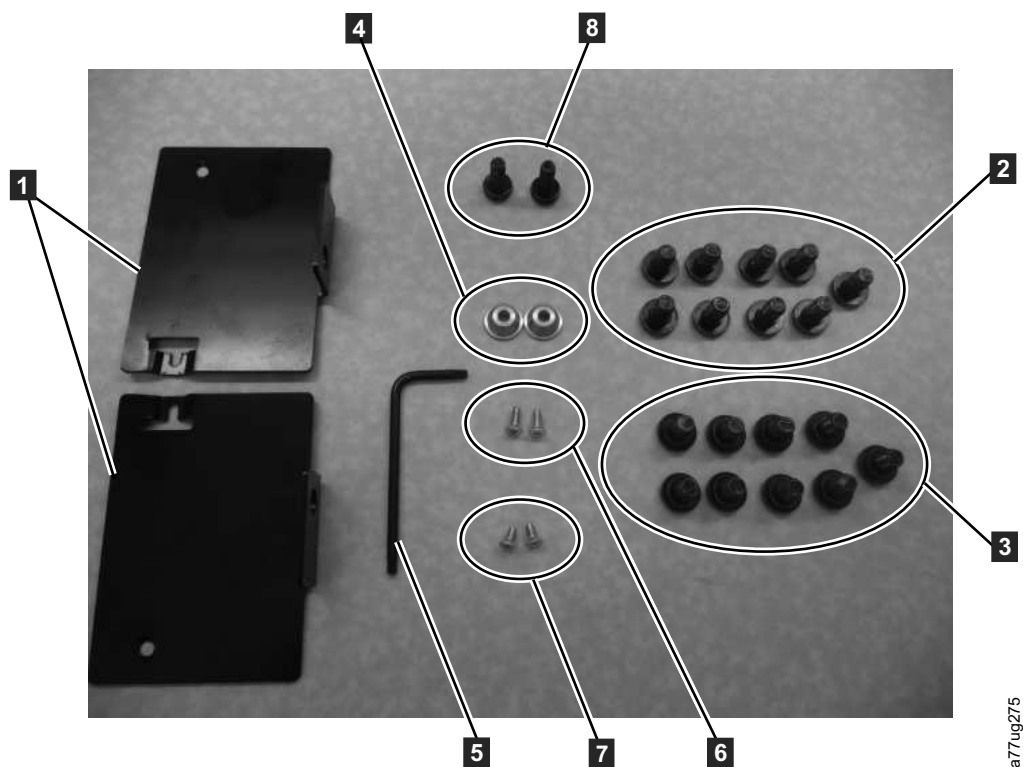

図 24. ラック・キット A のマウント・ハードウェア
1. 出荷品に含まれているラック・キットを確認します。2 種類のラック・キットがありますが、取り付け手順はどちらも同じです。受け取ったラック・キットを確認した後、取り付け手順について 47 ページの図 24を参照してください。
- 取り付け金具 2 つ (図 24 の **1**)
- Torx レンチ 1 つ (図 24 の **5**)